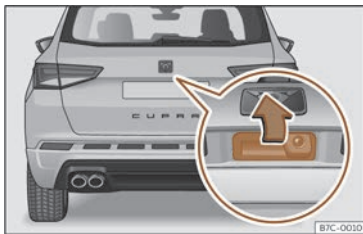

Fig. 54 Portón trasero: apertura desde fuera.
- **Abrir:** haga una ligera presión en el asidero. Se abre automáticamente. >>> **fig. 54.**